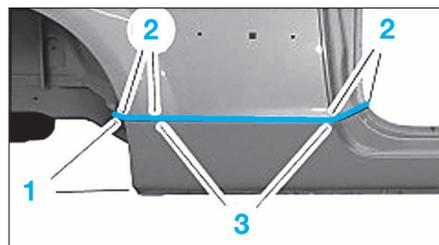

FIG. 40
- Appliquer de la colle bicomposant pour métal sur le bord rabattu (1) (Fig.40).